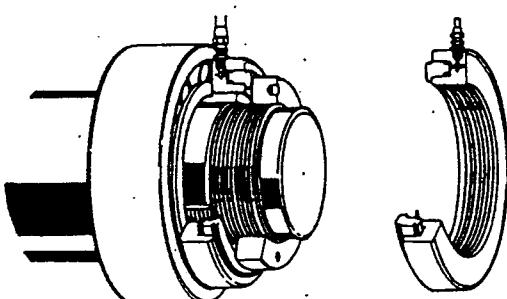

図11
(7) 大形の軸受で人力による締め付けが困難な場合には、油圧ナット、油圧ラムなど、油圧を利用すると比較的容易に組み込むことができる(図11参照)。